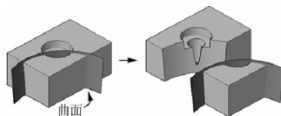

图 12-16 指定曲面为剪切平面
(2) 【曲面(S)】: 指定曲面为剪切对象, 如图 12-16 所示。注意不能选择使用 EDGESURF、REVSURF、RULESURF 和 TABSURF 命令创建的网格。